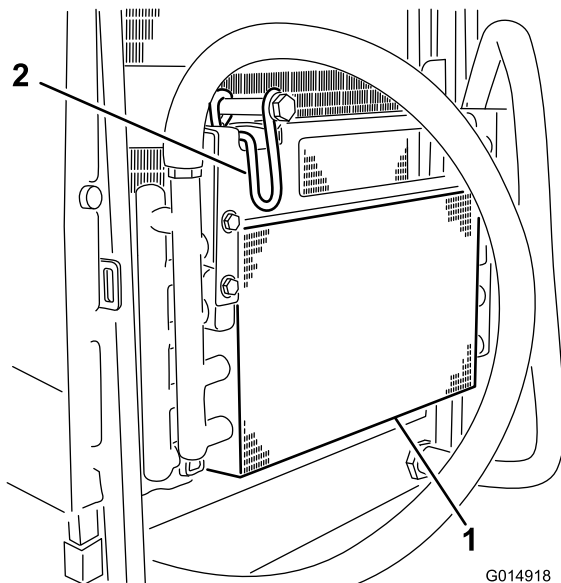

Figura 42
- 6. Girate il fermo verso l'interno per rilasciare il radiatore dell'olio (Figura 42).